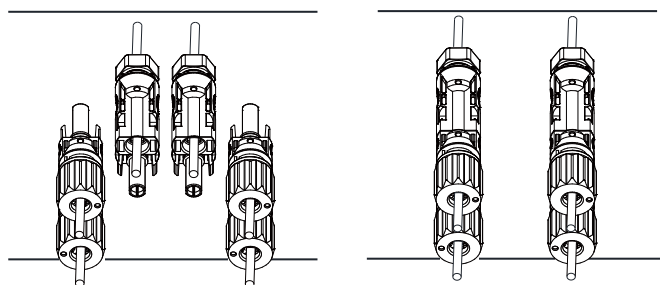

Figura 5.6 Conexão de Entrada CC
- d. Por fim, insira o conector CC na entrada positiva e negativa do inversor, conforme figura 5.6.